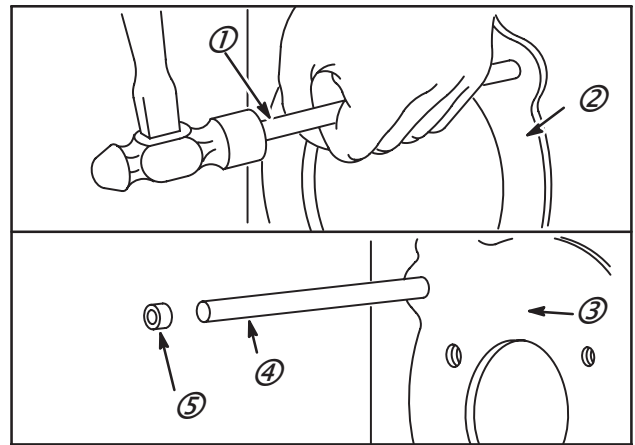

Fig. 3
1. Utiliser un jet long et émoussé (1), pour chasser l'axe (4) et l'opercule (5) d'arbre à cames du côté prise de force (2) vers le côté volant (3), Fig. 3. Ne pas griffer ou évaser l'extrémité de l'axe lors de la dépose.